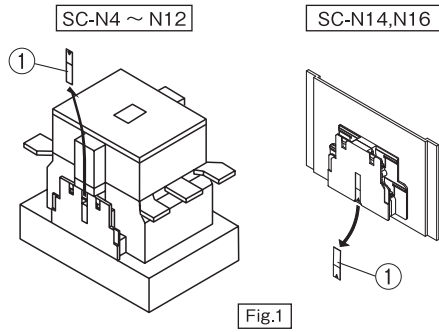

Fig.1
- (1) 取付け
- ・電磁接触器の側面に取付けられている透明カバー①をピンセットで取り外してください。(Fig.1)
- (1) Mounting
- ・ Remove the transparent cover ①, which is mounted on the side of contactor, with a pair of tweezers. (Fig.1)
- (1) 安装
- ・ 请使用小手指将安装于交流接触器侧面上的透明盖①拆卸下来。(Fig.1)